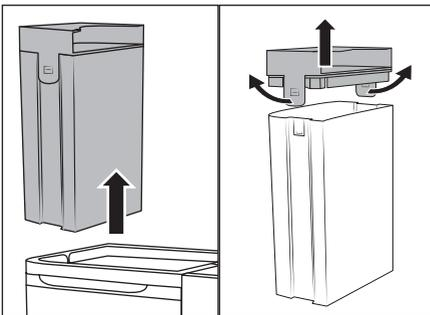

Abb. 5
(1) Füllen Sie nur kaltes bis warmes Leitungswasser oder destilliertes Wasser in den Frischwasserbehälter ❷ . Verwenden Sie kein kochendes Wasser. (2) Betreiben Sie das Gerät niemals ohne Wasser im Frischwasserbehälter ❷ .
- (3) Verwenden Sie nur handelsübliche, nicht schäumende Polsterreinigungsmittel oder **LIDL W5 Essigreiniger**. Andere Reinigungsmittel können das Gerät beschädigen. Wir empfehlen drei Esslöffel **LIDL W5 Essigreiniger** auf eine komplette Füllung (1,7 Liter) des Frischwasserbehälters ❷  zu geben. Gegebenenfalls erhöhen Sie den Anteil Essigreiniger schrittweise bis zum gewünschten Ergebnis.
- ◆ Fassen Sie den Frischwasserbehälter ❷  am Griff des Deckels ❶ und ziehen Sie ihn nach oben aus dem Gerät (siehe Abb. 5).
- ◆ Ziehen Sie die beiden Haltetaschen leicht nach außen und nehmen Sie den Deckel ❶ ab (siehe Abb. 5).
- ◆ Füllen Sie das Gerät mit Leitungswasser oder mit destilliertem Wasser und geben Sie bei Bedarf Polsterreinigungsmittel oder W5 Essigreiniger hinzu. Beachten Sie dabei die Anwendungshinweise des Herstellers. Achten Sie darauf, dass der Frischwasserbehälter ❷  höchstens bis zur MAX-Markierung gefüllt wird.
- ◆ Setzen Sie den Deckel ❶ auf den Frischwasserbehälter ❷  und drücken ihn nach unten, bis die beiden Haltetaschen einrasten.
- ◆ Fassen Sie den Frischwasserbehälter ❷  am Griff des Deckels ❶ und setzen Sie ihn in das Gerät ein.